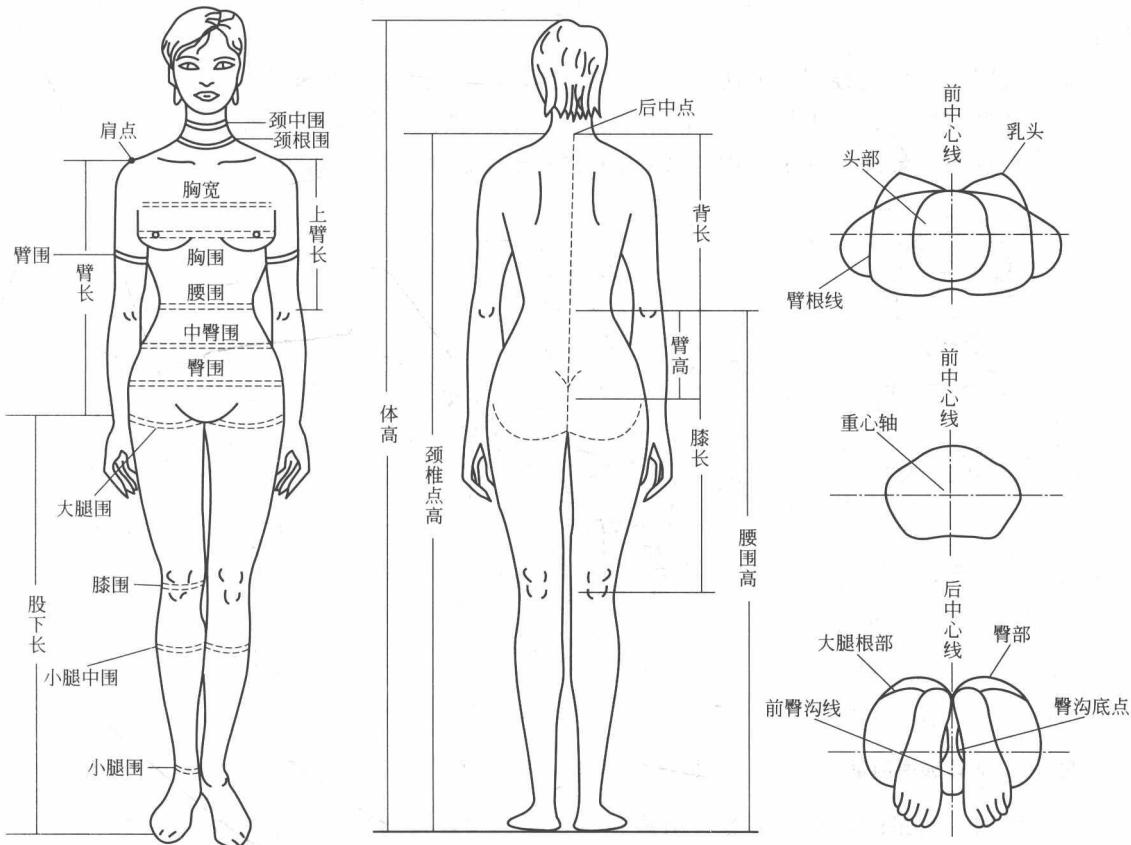

图 1-2 人体四维测量
(3) 宽度测量 是指两个被测点之间的水平距离，如胸宽、背宽、肩宽等。
(4) 围度测量 是指经过某一被测点绕体一周的长度，如胸围、腰围、臀围、颈围等。测量时要注意使皮尺水平绕体一周，不能倾斜，同时还要注意尺子的松紧适宜。在测量胸围时，要考虑呼吸差所引起的变化，要在自然呼吸的状态下进行绕体测量。人体四维测量如图 1-2 所示。